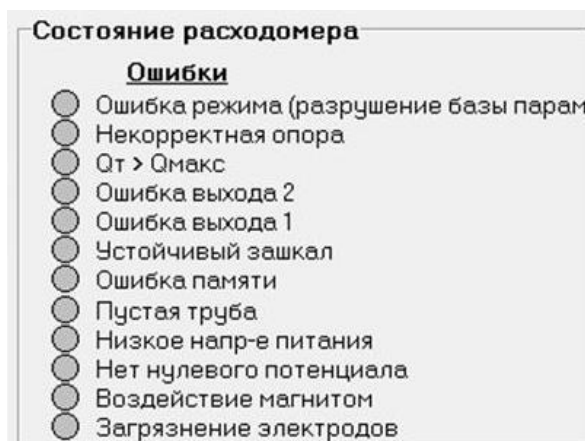

Рис.18. Вид области «Состояние расходомера».
2.9.1. Список ошибок (неисправностей) и нестандартных ситуаций, диагностируемых в работе расходомера, содержится во вкладке **Измерения** в области **Состояние расходомера** (рис.18).